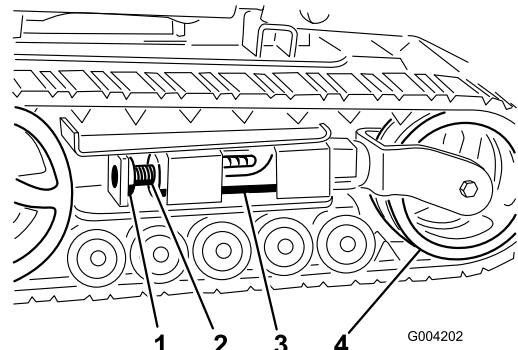
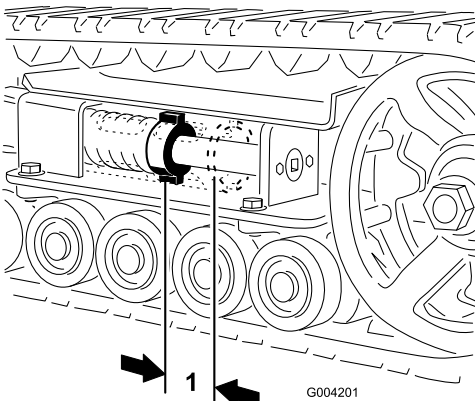
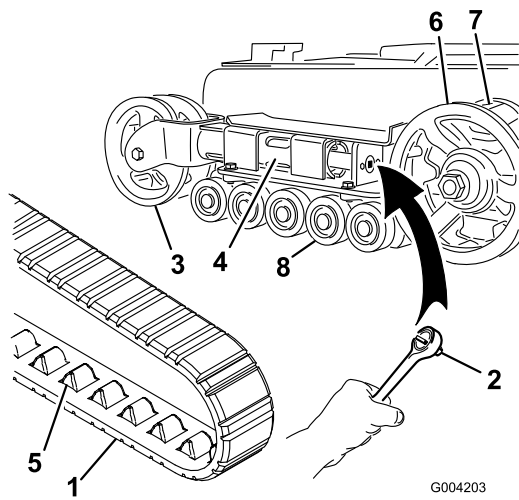
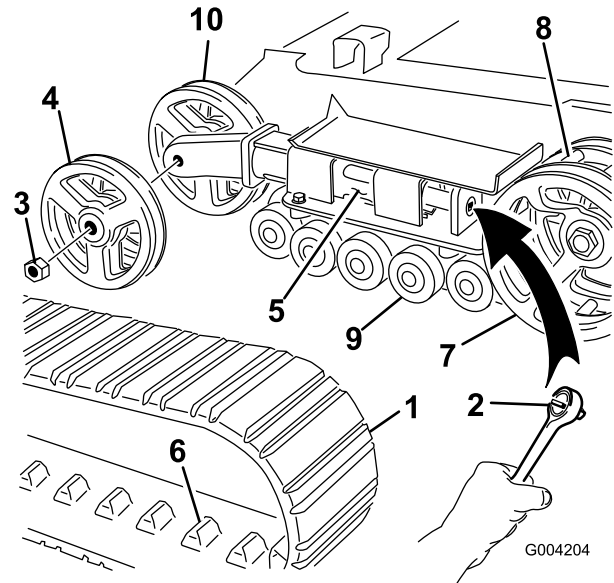

Figure 38
Figure 37
Figure 39
Figure 40
Vérifiez et ajustez la tension des chenilles après les 50 premières heures de fonctionnement, puis toutes les 100 heures de fonctionnement. L'écrou de tension et l'arrière du tube de tension doivent être distants de 7 cm (2-3/4 po) (Figure 37). Si ce n'est pas le cas, réglez la tension des chenilles comme suit :
3. Enlevez le boulon et l'écrou de blocage (Figure 38).
4. A l'aide d'un entraînement carré de 1/2 po (Figure 39), tournez la vis de tension dans le sens anti-horaire jusqu'à obtention d'un espacement de 7 cm (2-3/4 po) entre l'écrou de tension et l'arrière du tube de tension (Figure 37).
5. Alignez l'encoche la plus proche dans la vis de tension avec le trou du boulon de blocage et fixez la vis avec le boulon et l'écrou de blocage (Figure 38).
4. A l'aide d'un entraînement carré de 1/2 po, tournez la vis de tension dans le sens horaire pour détendre la transmission (Figure 38 et Figure 39).
4. À l'aide d'un entraînement carré de 1/2 po, tournez la vis de tension dans le sens horaire pour détendre la transmission (Figure 38 et Figure 40).
5. Poussez la roue de tension vers l'arrière de la machine pour appuyer le tube de fourche contre le châssis (Figure 39). (S'il ne touche pas le châssis, continuez de tourner la vis de tension jusqu'à ce qu'il le touche).
7. Lorsque la chenille est déchaussée, retirez-la du barbotin et des galets de roulement (Figure 39).
8. Pour installer la chenille neuve, commencez par l'enrouler autour du barbotin, en veillant à ce que les crampons s'engagent correctement entre les entretoises du barbotin (Figure 39).
9. Poussez la chenille sous et entre les galets de roulement (Figure 39).
11. Tournez la vis de tension dans le sens anti-horaire, de manière à obtenir un écartement de 7 cm (2-3/4 po) entre l'écrou de tension et l'arrière du tube de fourche (Figure 37).
5. Poussez la roue de tension vers l'arrière de la machine pour appuyer le tube de tension contre le châssis (Figure 40). (S'il ne touche pas le châssis, continuez de tourner la vis de tension jusqu'à ce qu'il le touche).
6. Retirez l'écrou de fixation de la roue de tension extérieure et déposez la roue (Figure 40).
7. Déposez la chenille (Figure 40).
8. Retirez l'écrou de fixation de la roue de tension intérieure et déposez la roue (Figure 40).
12. Posez la roue de tension intérieure et fixez-la avec l'écrou retiré précédemment (Figure 40).
14. Posez la chenille neuve en prenant soin que les crampons s'engagent entre les entretoises au centre du barbotin (Figure 40).
15. Posez la roue de tension extérieure et fixez-la avec l'écrou retiré précédemment (Figure 40).
17. Tournez la vis de tension dans le sens anti-horaire, de manière à obtenir un écartement de 7 cm (2-3/4 po) entre l'écrou de tension et l'arrière du tube de tension (Figure 37).